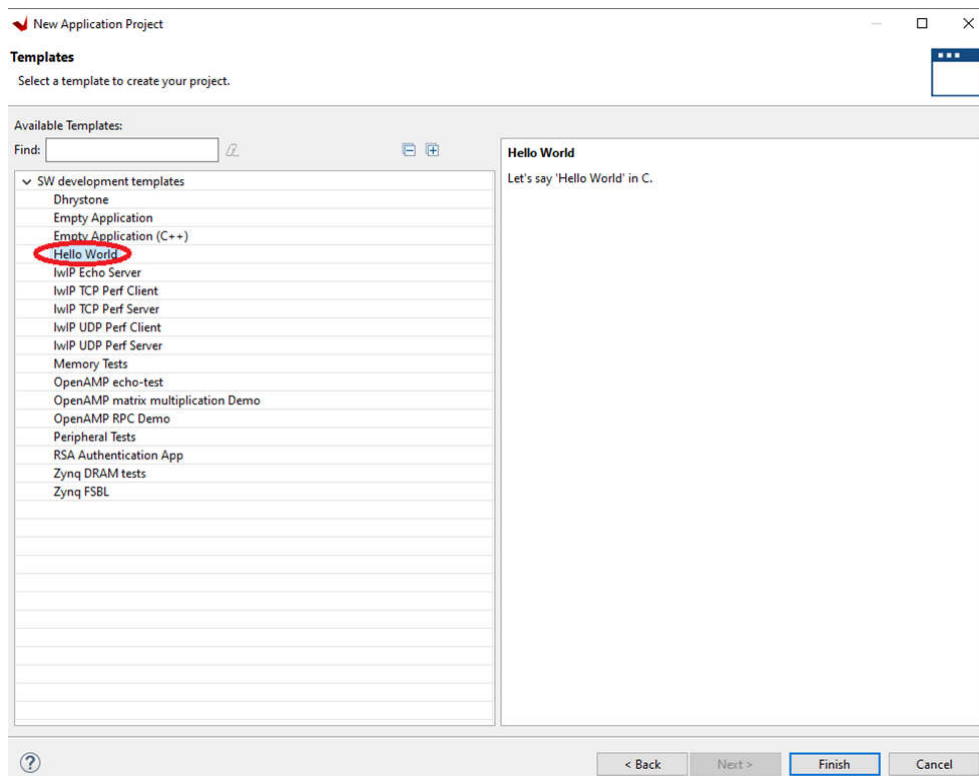

图 7-6. 选择模板
6. 从模板列表中选择 *Hello World*，然后点击 *Finish* (请参阅图 7-6)。